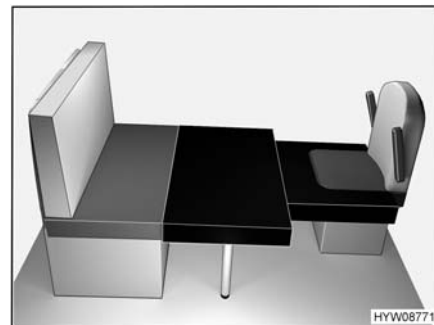

Fig. 81 Dopo la trasformazione
- Posizionare il cuscino aggiuntivo rettangolare davanti al cuscino del sedile del divano, sul tavolo, come illustrato nella Fig. 81.